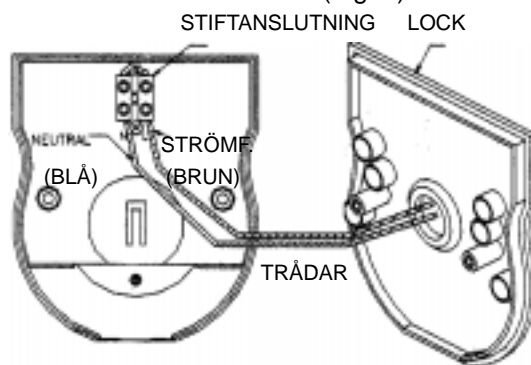

FIG. 8
- (2e) Anslut BRUN tråd till anslutningstiftets 'L'. Anslut BLÅ tråd till 'N' (Fig. 8)